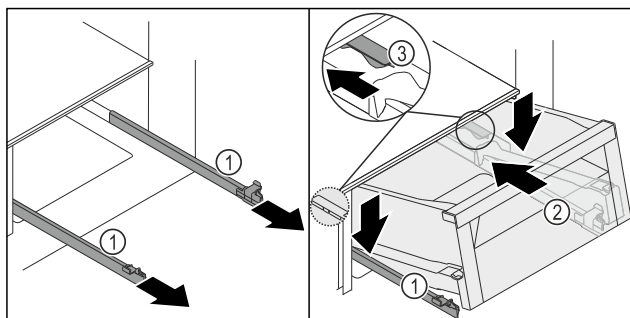
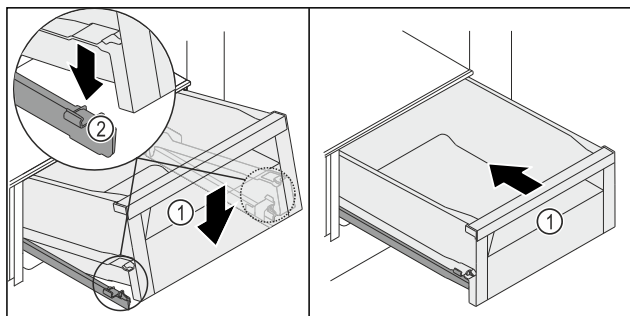

Fig. 101
Fig. 102
- Rails Fig. 101 (1) vasthouden en schuifvak Fig. 101 (2) van boven achter de stopper Fig. 101 (3) op de rails Fig. 101 (1) plaatsen.
- Schuifvak Fig. 101 (2) op de rails Fig. 101 (1) tot aan de aanslag naar achteren schuiven.
- Schuifvak Fig. 101 (2) aan de voorkant neerlaten zodat het schuifvak links en rechts in de klem Fig. 102 (2) glijdt.
- Schuifvak Fig. 102 (1) klikt hoorbaar vast.
- Schuifvak Fig. 102 (1) inschuiven.